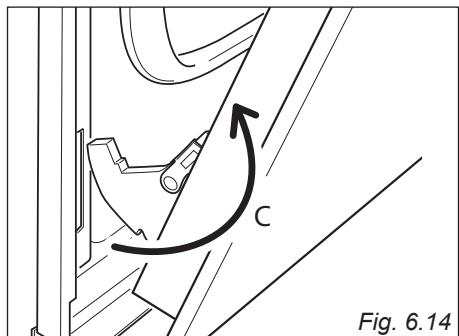

Fig. 6.14
- Retirez les crochets de charnière de leur emplacement en suivant la flèche "C" (fig. 6.14).